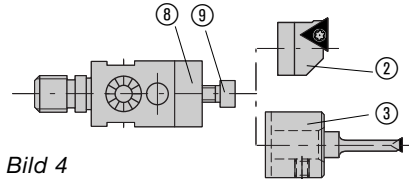

Bild 4
Die Verstellplatte ⑧ ist mit einer Kerbverzahnung versehen, so dass unterschiedliche Plattenhalter ② und Zwischenstücke ③ einfach und schnell befestigt werden können (Bild 4).
Die Zylinderschraube ⑨ mit einem Drehmoment von **2 Nm** anziehen (Bild 4).